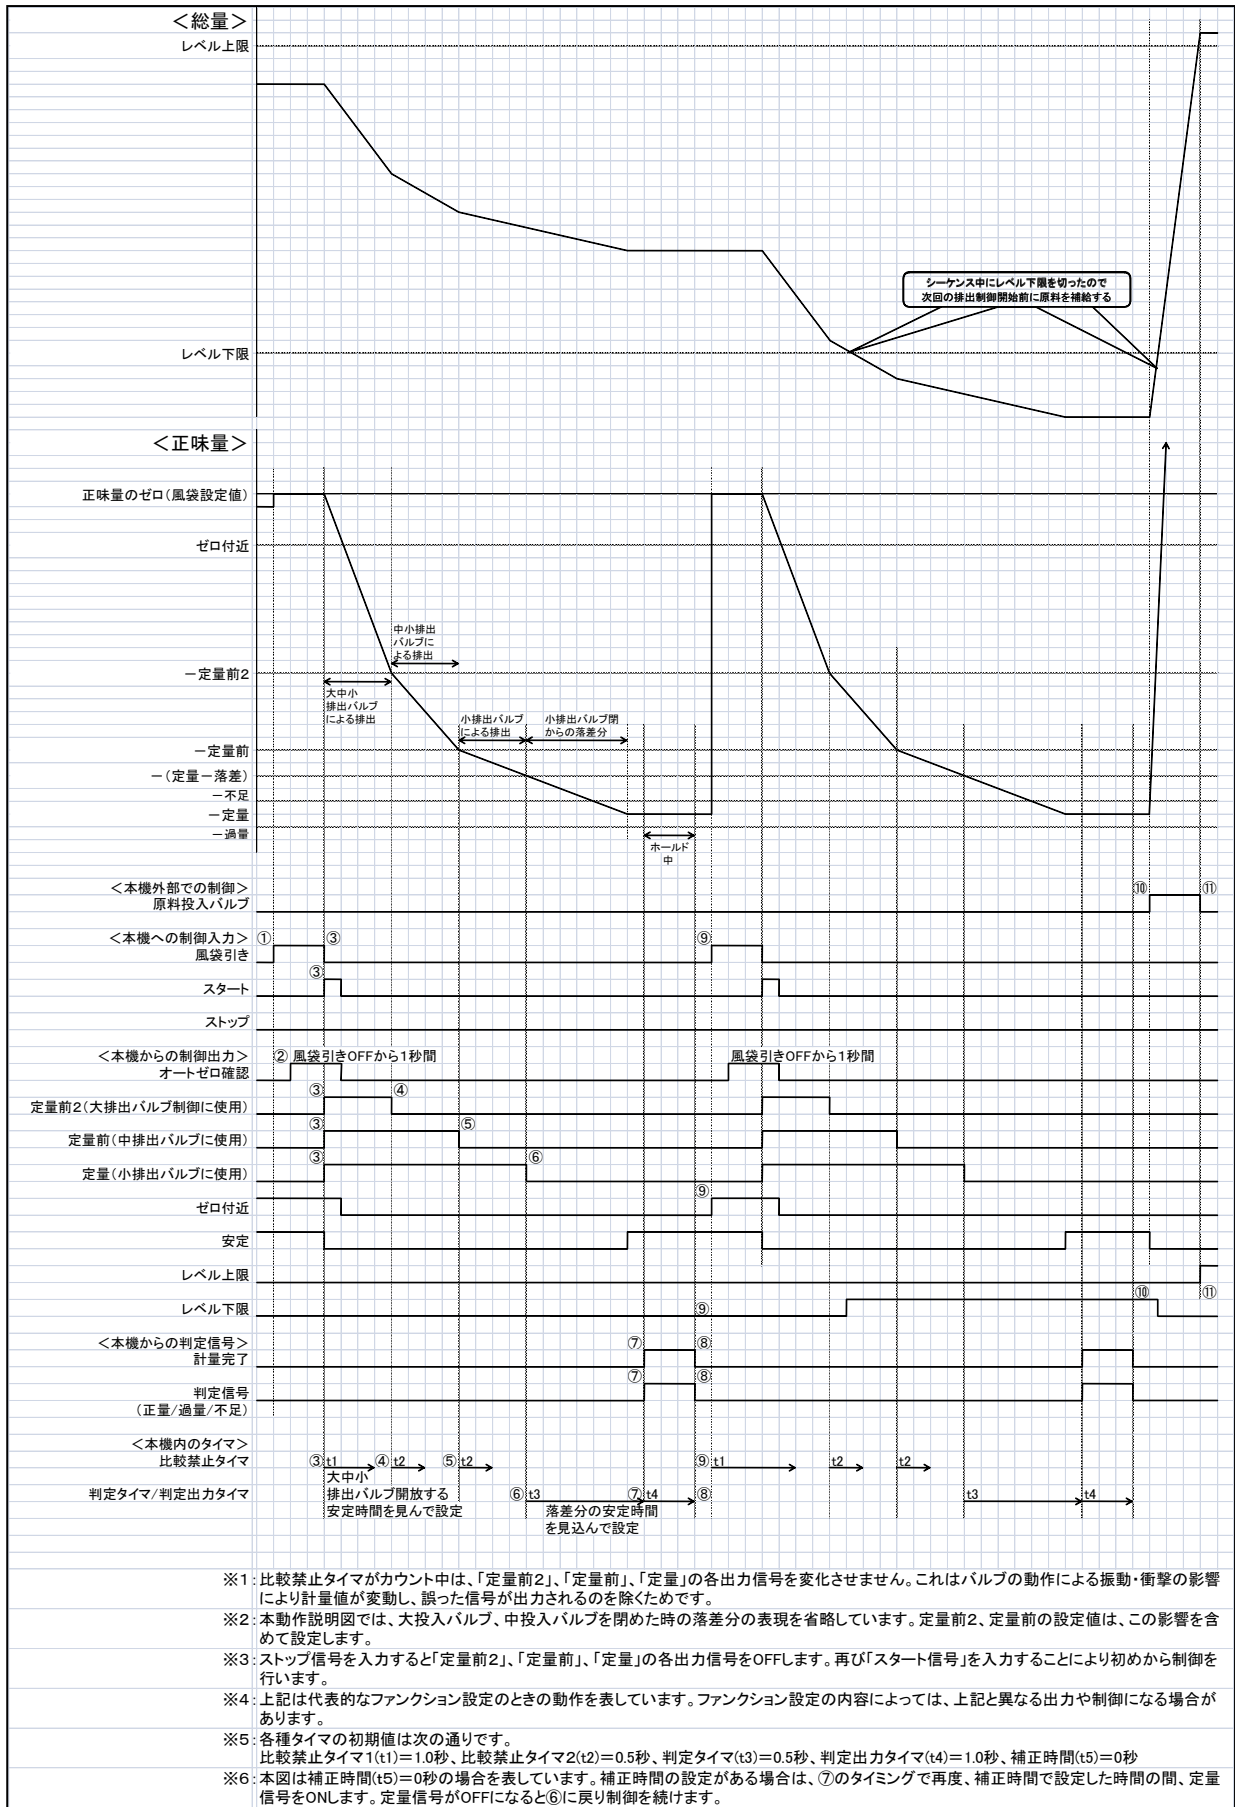

図 29 シークェンスモード(排出制御)の動作説明図
シーケンスモード（排出制御）は大排出バルブ、中排出バルブ、小排出バルブは本機が、投入バルブ、「スタート信号」、「ストップ信号」は本機外部の制御シーケンスによって制御するモードです。シーケンスモード（排出制御）の主な設定内容を表 12 に示します。また、動作説明図を図 29 に、代表的な制御手順を以下に示します。
- 補正時間について：容器内の圧力などの影響のため、投入に補正が必要な場合に使用します。通常の排出制御が終わった後、指定された時間だけ追加排出を行います。（図 29 で省略しています）
- 「風袋引き信号」を入力せず、③（「スタート信号」）から制御を始めることができます。この場合、オートゼロ（自動風袋引き）機能を使用して、自動的に毎回風袋引きを行うことができます。（FNo.143）